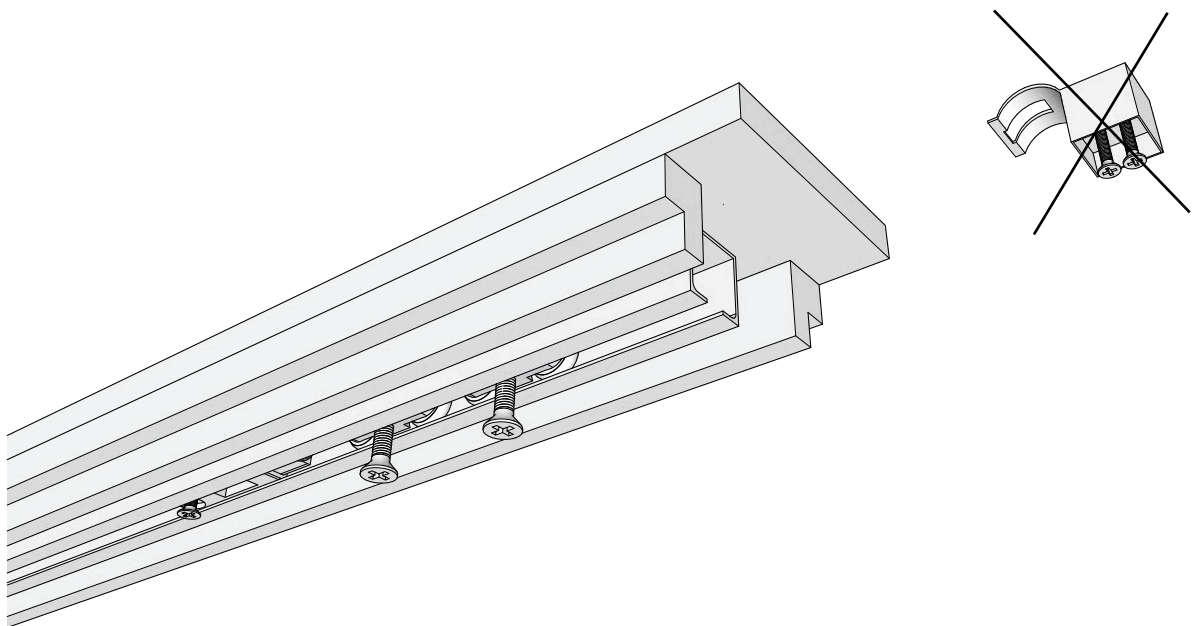

Рисунок 25
11.2. При использовании доводчика удалить концевой стопор из верхней направляющей, чтобы он не мешал работе механизма (Рис.25)